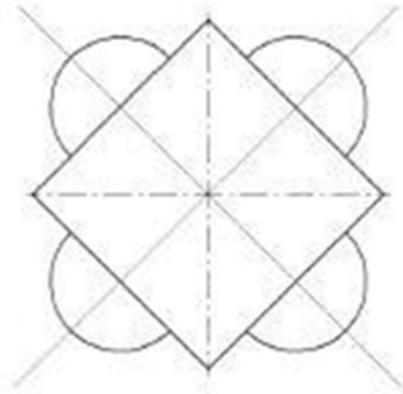

Рис. 2
3. Построить правильный квадрат с описанной окружно-стью радиусом 50 мм (рис. 2), используя кнопку **Много-угольник**.